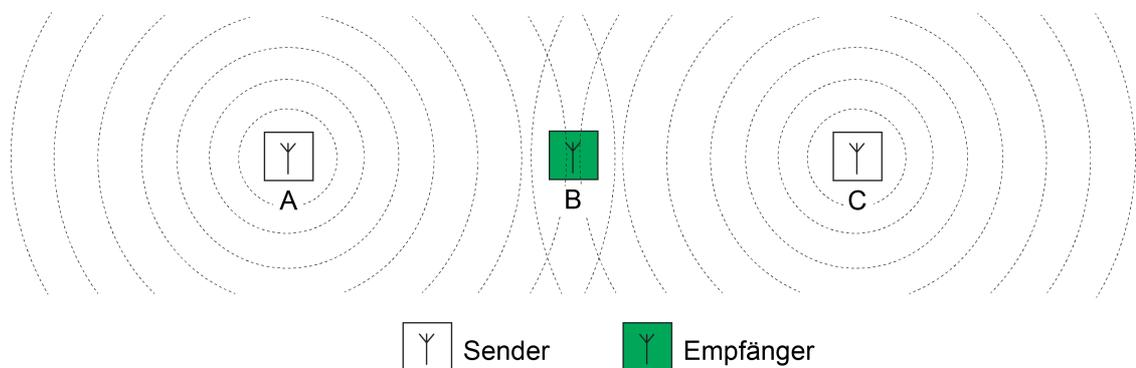

Bild 22: Funkkollisionen am Empfänger durch räumlich weit entfernte Sender
Durch die beschriebenen Sendeverfahren zur Steuerung des Medienzugriffs werden Funkkollisionen in einer KNX RF Umgebung meist verhindert, nicht jedoch vollständig vermieden. So kann es beispielsweise sein, dass bei einer Übertragung zwischen einem RF-Sender (A) und einem RF-Empfänger (B) ein zusätzlicher RF-Sender (C) vorhanden ist, der innerhalb der Reichweite des RF-Empfängers liegt, nicht jedoch den anderen RF-Sender erreichen kann aufgrund der räumlichen Entfernung (Bild 22). In solch einem Fall ist es für die beiden RF-Sender unmöglich zu erkennen, wann einer von beiden Funksignale aussendet (Hidden-Station-Problem). Folglich können beim Empfänger, der in Reichweite beider RF-Sender liegt, Funkkollisionen auftreten.